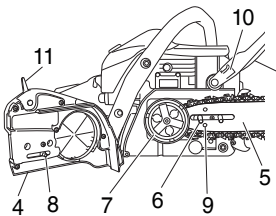

Fig. 4
6. Instale la caja lateral (4) en los pernos (6). Asegúrese de que la cabecilla del tornillo de ajuste (8) de tensión de cadena esté fija en el agujero (9) de la barra. (Fig. 4)